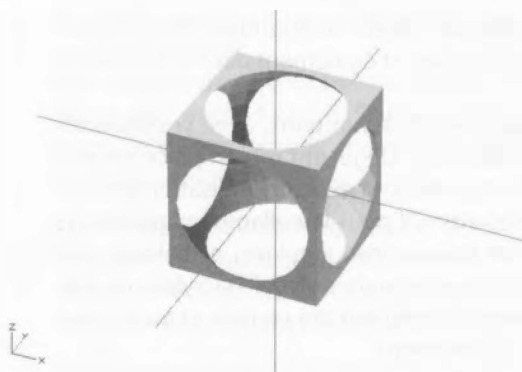

FIGURE 1 – Imprimer : la différence d'un cube et d'une sphère
– on peut agencer des formes abstraites, cubes, sphères, cylindres, objets mathématiques en général, par exemple avec le logiciel libre OpenScad³. La description est transformée dans la dernière étape en code STL (code de stéréolithographie), une suite de triangles orientés (faces intérieures et extérieures) comprise par l'imprimante 3D. À titre d'exemple, la figure 1 représente la différence d'un cube et d'une sphère, avec à gauche le code Openscad, à droite l'image de l'objet correspondant qui pourra être imprimé.